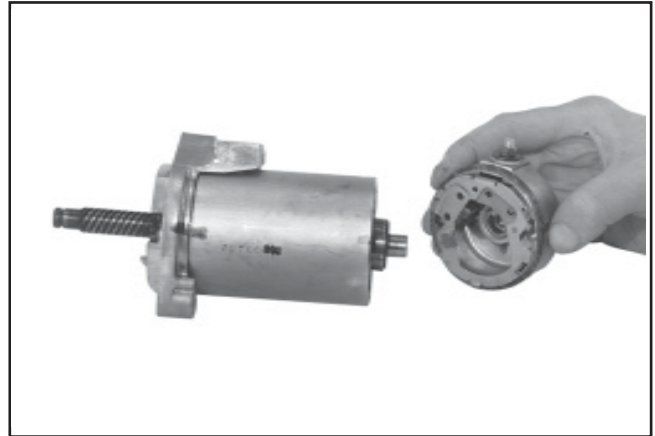

Figure 8-42. Retirer le capuchon d'extrémité avec la plaque de balais.
5. Retirer le capuchon d'extrémité du commutateur et l'ensemble de la plaque de balais. Voir la figure 8-42.